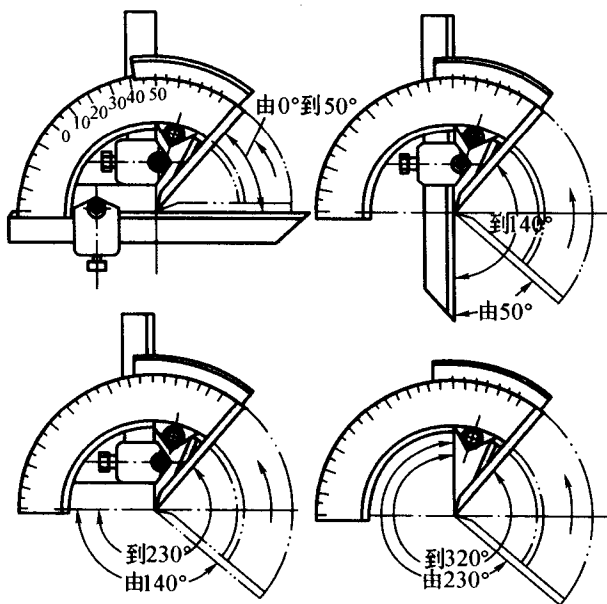

图 1-6 万能游标角度尺测量范围
(4) 万能游标角度尺的测量范围 在万能游标角度尺的结构中由于直尺和 90°角尺可以移动和拆换,因此万能游标角度尺可以测量 0°~320°的任何角度,如图 1-6 所示。
(5) 注意事项
① 使用前,检查角度尺的零位是否对齐。
② 测量时,应使角度尺的两个测量面与被测件表面在全长上保持良好的接触,然后拧紧制动器上螺母进行读数。
③ 测量角度在 0°~50°范围内,应装上方尺和直尺。
④ 测量角度在 50°~140°范围内,应装上直尺。
⑤ 测量角度在 140°~230°范围内,应装上方尺。
⑥ 测量角度在 230°~320°范围内,不装方尺和直尺。